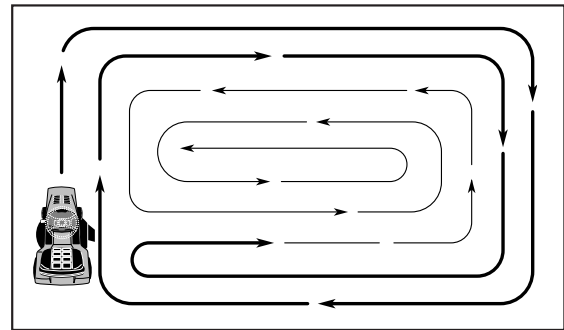

Fig. 16
- Al segar las áreas grandes, empiece girando a la derecha de modo que los recortes se descarguen, alejándose de los arbustos, cercos, entradas de automóviles, etc. Después de una o dos vueltas, siegue en la dirección opuesta, haciendo virajes a la izquierda, hasta que termine (Vea Fig 16).